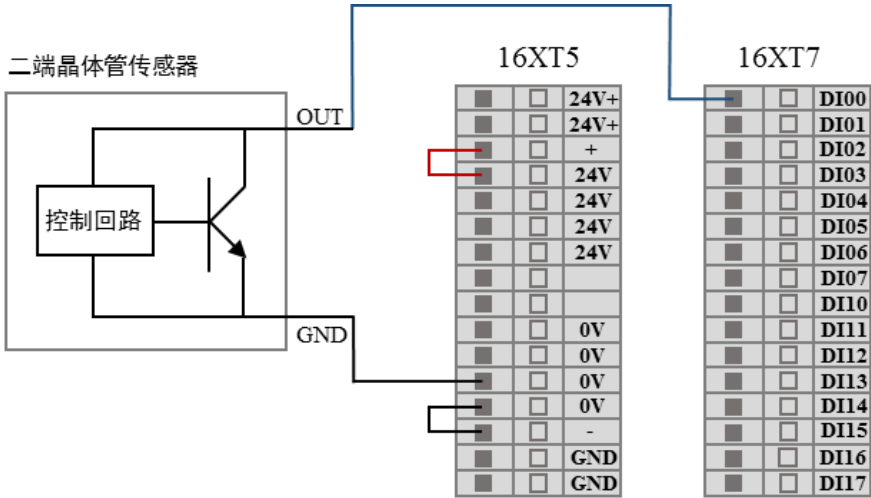

图 7-8 DI 端连接二端传感器示意图
- DI 端连接二端传感器 如下图 7-8 所示，DI 端和 GND 之间连有一个传感器，若传感器工作时 OUT 端和 GND 端电压差很小，也可以触发动作；传感器不工作时，回路断开，不触发动作。